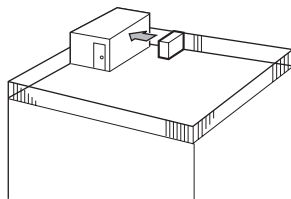

Fig. 2-3
- (1) Coloque la salida de aire de frente a la pared más próxima a una distancia de unos 50 cm, 19-11/16 pulgadas de ella. (Fig. 2-3)